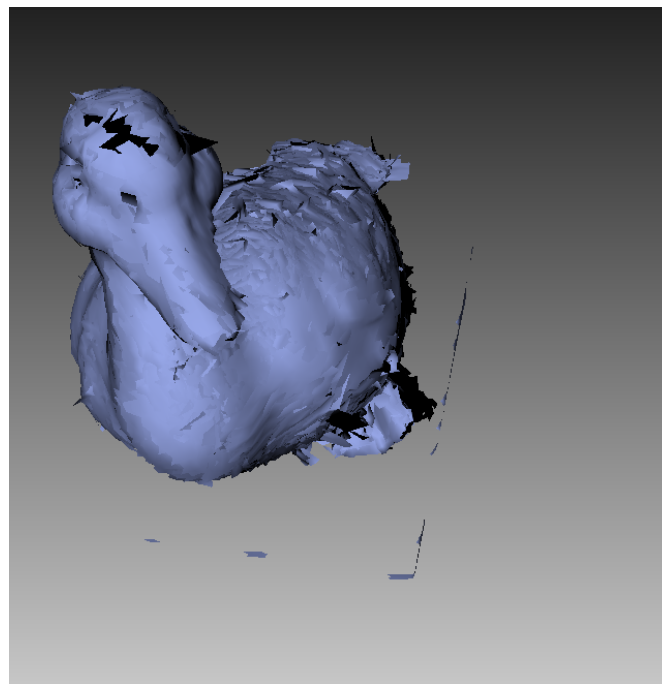

Рис. 8.34: Результат совмещения
4. Нажмите кнопку *Собрать...* для запуска совмещения с указанными ограничениями (результаты сборки показаны на Рис. 8.34). Если вас не устраивают результаты сборки, нажмите кнопку ↶ и создайте дополнительные наборы точек или переместите существующие наборы. Для повторения ранее отмененной операции нажмите ↷.